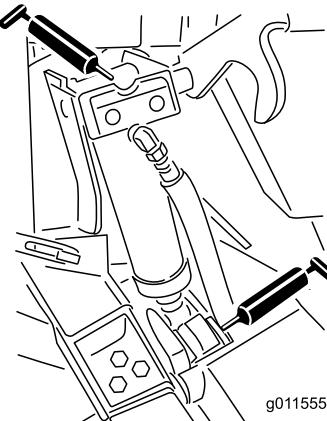

Bild 85
- Vier Hubzylinder-Drehbüchsen (Bild 85)